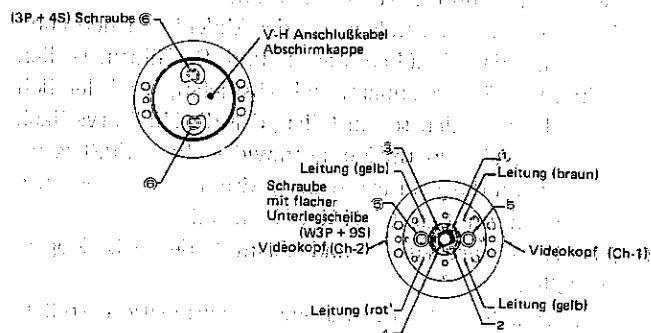

Abbildung 27.
5. Die Höhe des AC Kopfes sollte in Bezugnahme auf das in Abb. 27 gezeigte Band eingestellt werden.
1. Eine Austauschtrommel, wie in Abbildung 27 gezeigt, einsetzen, darauf achtend, daß die entsprechenden Leitungen richtig angeschlossen werden,